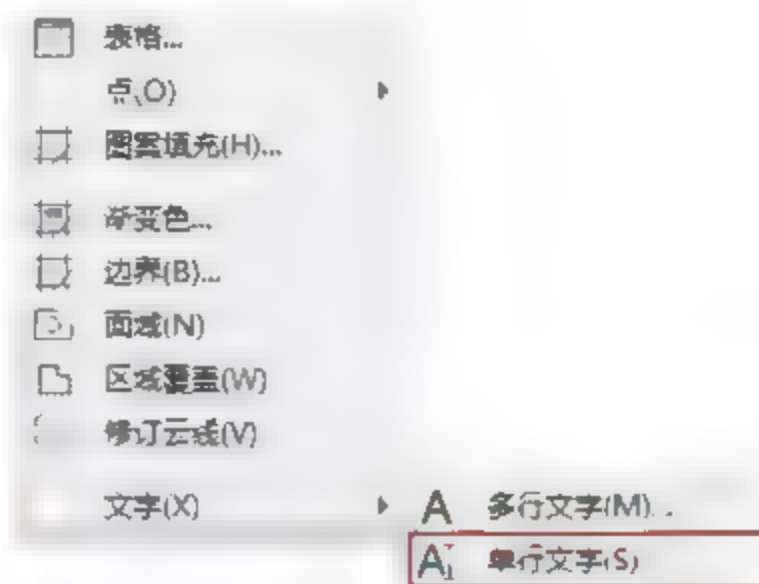

图6-27 选择命令
- 菜单栏：选择菜单【绘图】|【文字】|【单行文字】命令，如图6-27所示。